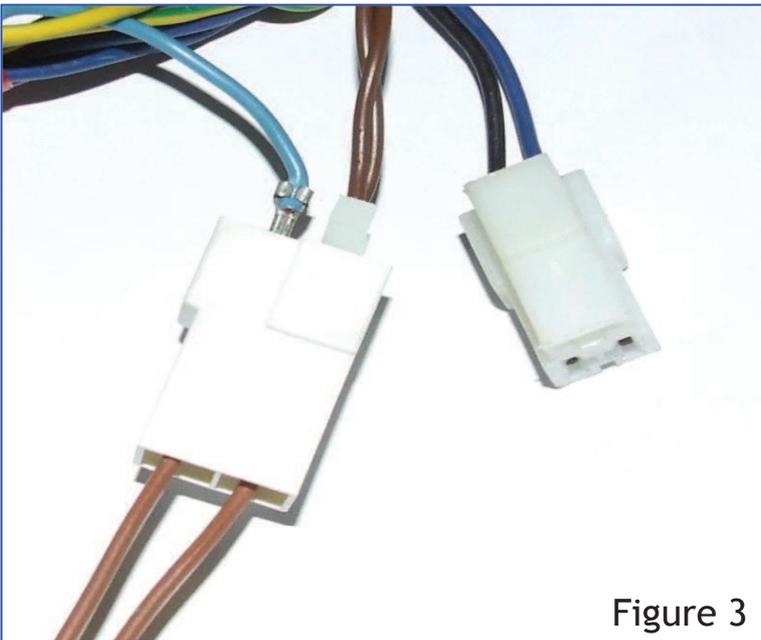

Figure 3
- Protéger la borne faston du double câble marron à l'aide du couvre-borne code 41011375 (contenu dans le kit) et raccorder le double câble marron et le câble bleu au connecteur du câble code 41030033 (contenu dans le kit - Cf. Figure 3).